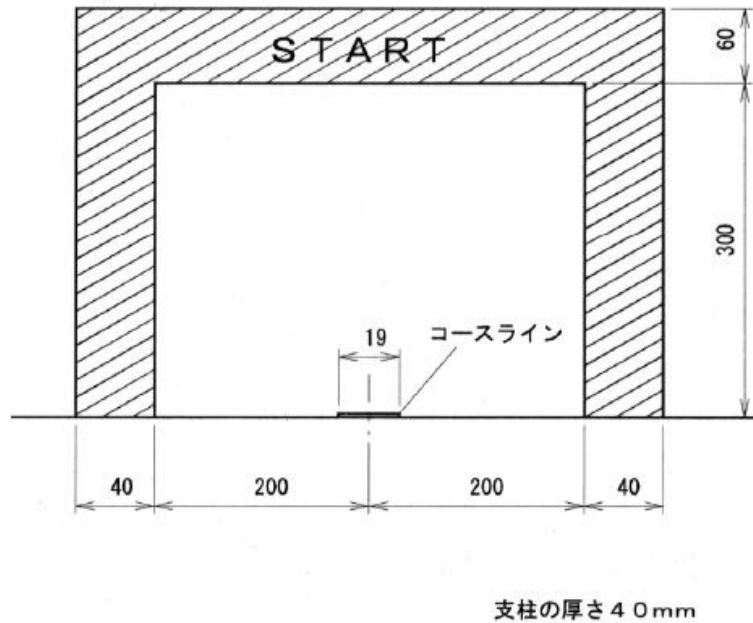

図 6：スタートゲートの形状
- 1) スタートゲートは図 6 の形状とし、床面に固定される。